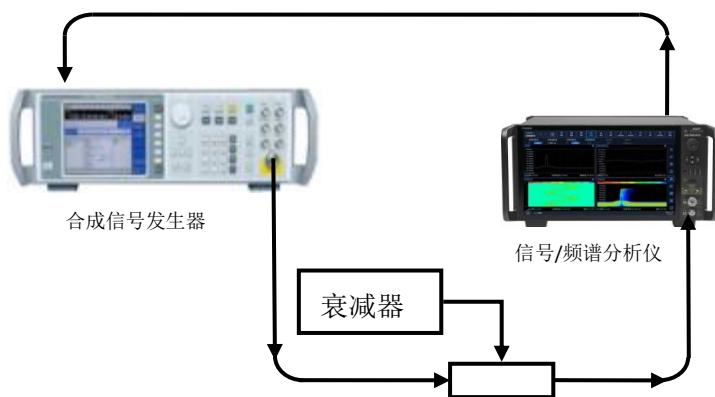

图 7.13 衰减器测试示意图
- 5) 如图 7.13 所示, 连接测试设备, 标准衰减器的输出连接到 4082 的射频输入 2 端口。图中校准衰减器的衰减不确定度应大大优于被测频谱分析仪输入衰减器的衰减不确定度。